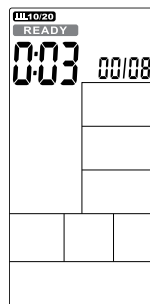

Figure 24
① Drücken Sie die Taste INTERVAL, um INTERVAL20/10 auszuwählen, drücken Sie ENTER, dann leuchtet INTERVAL20/10 auf, zusammen mit einem langen Ton für 1s.
① Press INIERVAL key to select INTERVAL20/10, press ENTER then INTERVAL20/10 will light up, alongwith a long sound for 1s.
② Die Zykluszeit wird von 3 auf 0 heruntergezählt, dann startet die Konsole, während der Summer einmal pro Sekunde piept und READY einmal pro Sekunde blinkt, der Zähler zeigt „00/08“ an (Abbildung 24).
② Cycle time counts down from 3 to 0 then console start, meanwhile buzzer beeps once per second and READY flashes once per second, counting displays '00/08' (Figure 24).